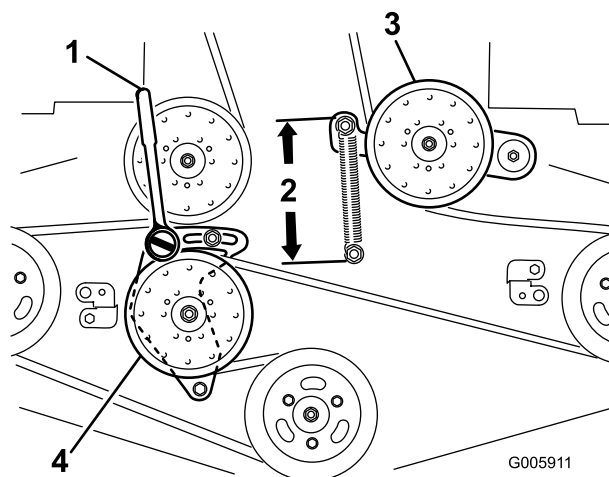

Figura 86
6. Afloje el brazo de la polea tensora fija y ajústelo para aliviar la tensión de la correa (Figura 86).
9. Introduzca una llave de carraca con extensión corta en el taladro cuadrado del brazo de la polea tensora fija (Figura 86).
11. Para aumentar la tensión de la correa, gire la llave de carraca en sentido antihorario para desplazar el brazo de la polea tensora fija hasta obtener un espacio de 16,5 cm entre los ganchos del muelle (Figura 86).